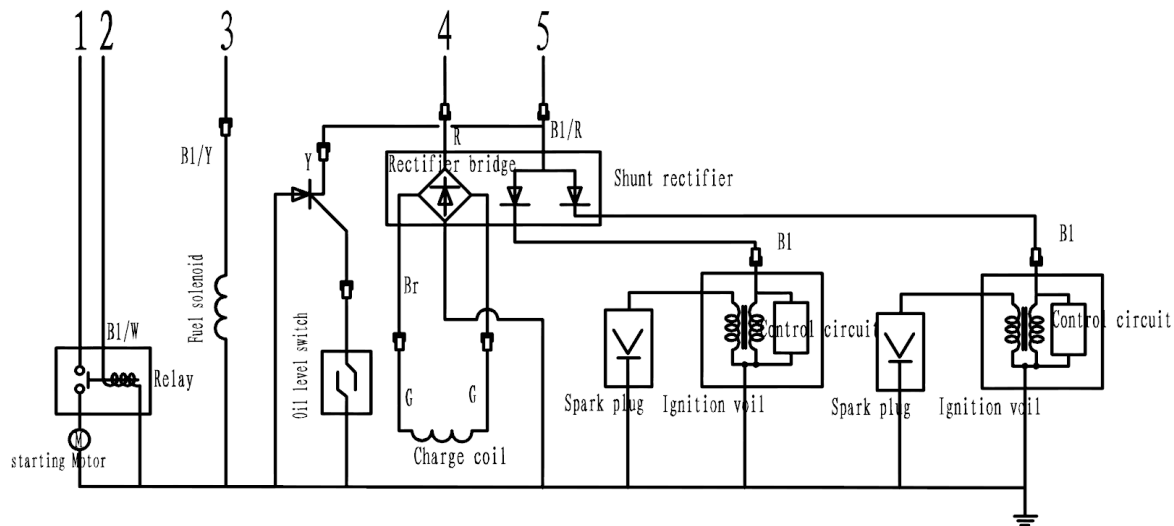
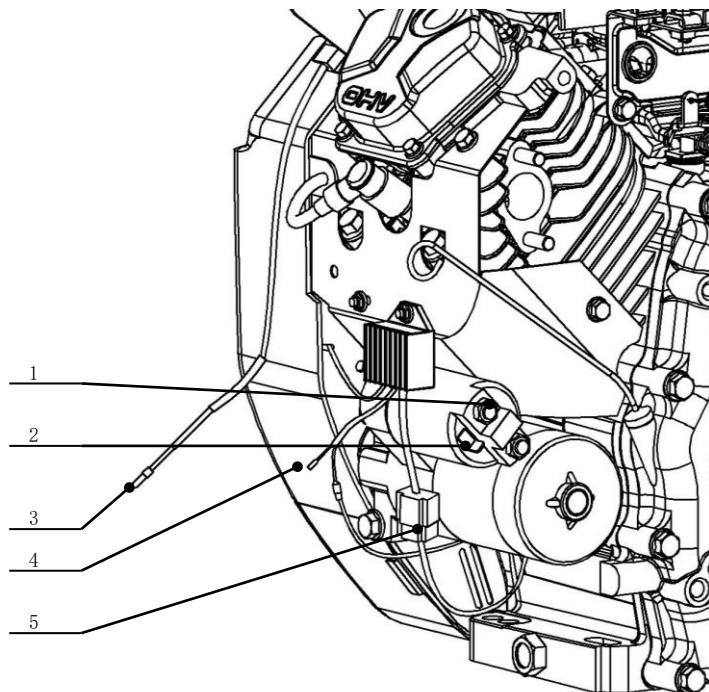

Рис. 5
Рис.6
5.3.1 Принципиальная схема и схема подключения бензинового двигателя показаны на рис.5 и рис.6.